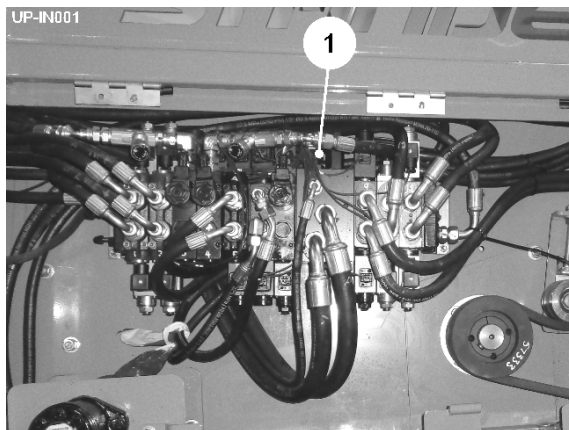

Fig 3
Hovedhydraulikventilen indeholder en justerbar skrue (item 1, fig 3), der gør det let at skifte fra lukket center til åbent center.